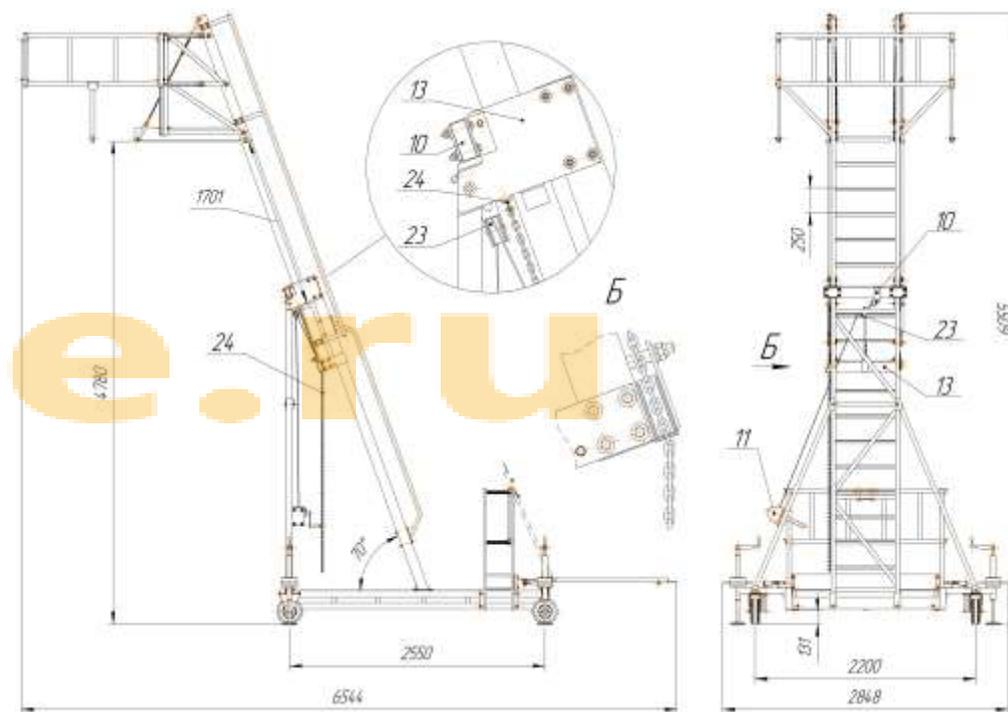

Рис. 5
- 5.15. При помощи карабина (комплектуется в зависимости от типа блока) присоединить блок 23 к раме вертикальной 10. Рис. 5.
- 5.16. Уложить в жёлоб блока 23 трос лебёдки 11 после чего закрепить на лестнице 13. Рис. 5.
- 5.17. Присоединить цепь с монтажной скобой 24 к скобе лестницы 13. Рис. 5.
Цепь 24 после подъёма лестницы укладывается в вилку, расположенную на лестнице 13, и обеспечивает дополнительную страховку при срыве стопора лебёдки 11. Рис. 5, Вид Б